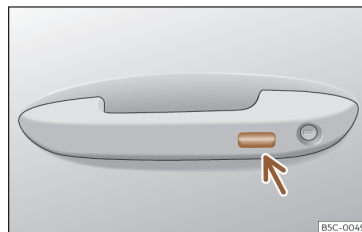

Fig. 90 Manípulo da porta: superfície sensível.
- **OU** através do sistema Keyless Access (apenas fecho): Mantenha um dedo durante alguns segundos sobre a superfície sensora de bloqueio >>> **Fig. 90** (seta) do manípulo da porta para fechar as janelas e o teto. Se deixar de tocar na superfície sensora, interrompe a função de fecho.
- Mantenha um dedo durante alguns segundos sobre a superfície sensora de bloqueio >>> **Fig. 90** (seta) do manípulo da porta para fechar o teto. Se deixar de tocar na superfície sensora, interrompe a função de fecho.